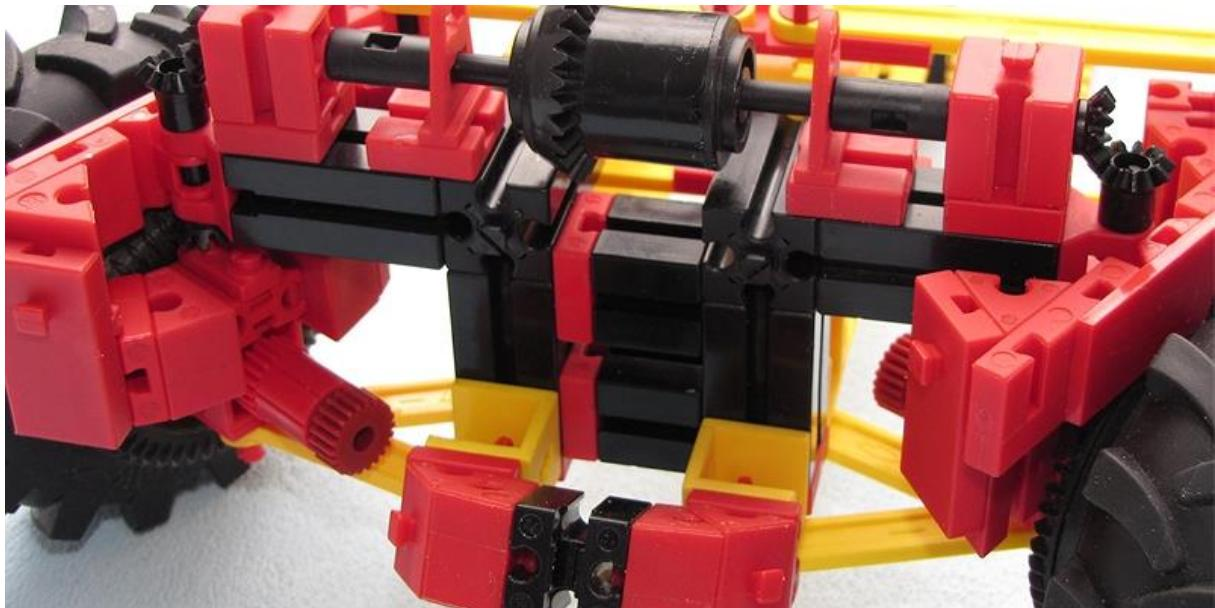

Abb. 14: Rastkegelzahnrad auf Reifen 45, der einen Traktorreifen mit dreht
- Abb. 14 zeigt einen Reifen 45, der einfach im Huckepack neben einem Traktorreifen 80 montiert ist (für Details siehe [14]). Der Antriebsstrang ist damit entlastet, allerdings können die beiden Reifen gegeneinander rutschen.